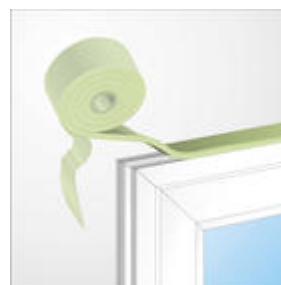

Bild 2: Komplett Abdichtung in einem Arbeitsschritt
- Das überkomprimierte Anfangs-/ Endstück abschneiden und das Band mithilfe der Selbstklebung aufkleben. (Bild 2) Sollte bei tiefen Temperaturen (unter +1°C) die Selbstklebung nicht ausreichend haften, dann ist das Band warm vorzulagern. Beim Ablängen des Bandes 2 cm/m dazugeben.